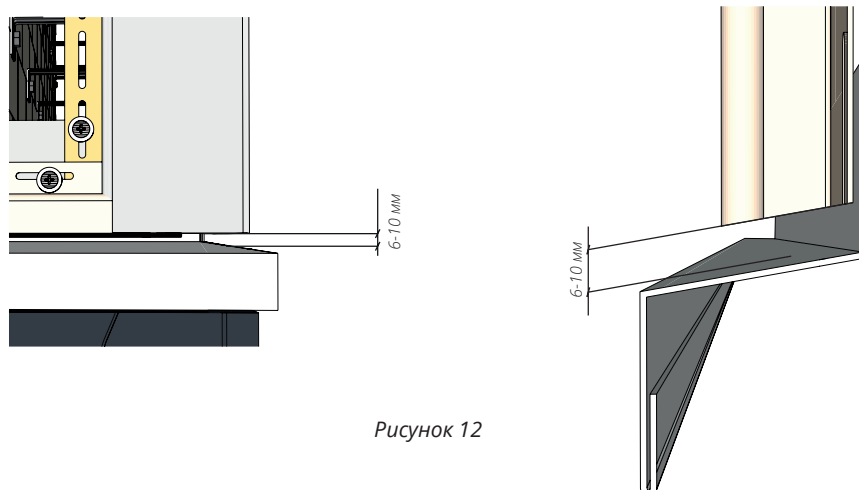

Рисунок 12
- 6.9** Все подрезы доборных элементов в местах примыкания к металлическим отливам, в верхней или нижней части отлива, должны быть параллельны углу наклона отлива (Рис. 12).